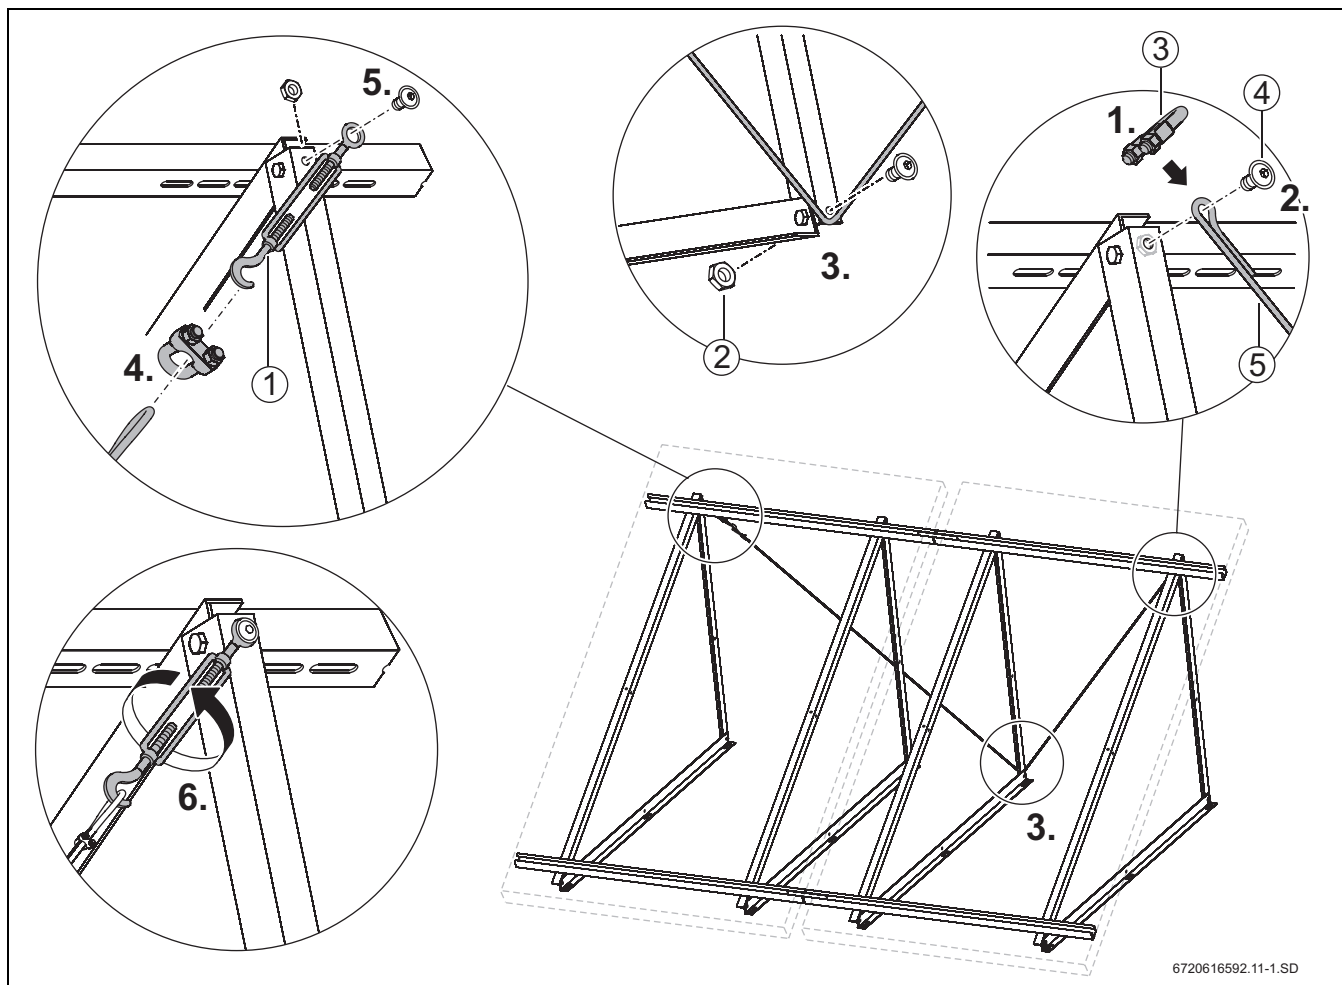

Рис. 24 Всегда устанавливайте ветровую растяжку (трос) на двух вертикальных коллекторах
- надёжно затяните винт и гайку (рис. 24, поз. 2) в нижней части конструкции.